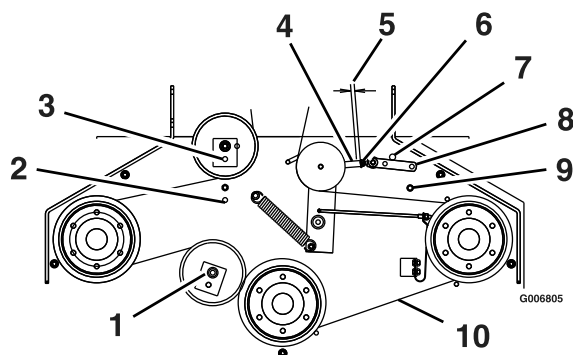

Figure 13
2. Vérifier le réglage de la tringlerie d'entraînement de lame inférieure située entre le levier coudé sur le plancher moteur et le bras d'assistance sur le tablier de coupe. Allonger ou raccourcir la tringlerie. Lorsqu'elle est réglée correctement, il doit exister un jeu de 2 à 3 mm (1/16 à 1/8 po) entre le levier coudé et le bras de sortie de boîte de vitesses quand la courroie est engagée. Vérifiez que le bras d'assistance est en appui contre la butée arrière sur le tablier (voir Figure 13). Appuyez sur le levier pour l'amener en position désengagée. Le bras d'assistance doit toucher la butée avant sur le plancher. S'il ne la touche pas, effectuez un nouveau réglage pour rapprocher le levier coudé de l'arbre de sortie de boîte de vitesses.
3. La courroie doit être suffisamment tendue pour ne pas glisser en présence de lourdes charges pendant la tonte. Une tension excessive réduira la vie de la courroie et du roulement d'axe. Pour régler la tension de la courroie, desserrez l'écrou Whizlock 5/16 po sur le tendeur et tournez ce dernier; tournez le tendeur vers l'arrière du tablier de coupe pour tendre la courroie et vers l'avant du tablier de coupe pour détendre la courroie (voir Figure 13). Laissez au moins 0,79 cm (5/16 po) des filets du boulon à œil engagés aux deux extrémités du tendeur.
4. La tension de la courroie est correcte quand une traction latérale d'environ 4,5 kg (10 lb), exercée à mi-chemin entre les poulies (voir Figure 13, repère 10 – Point A) permet d'obtenir une flèche de 12 mm (1/2 po).